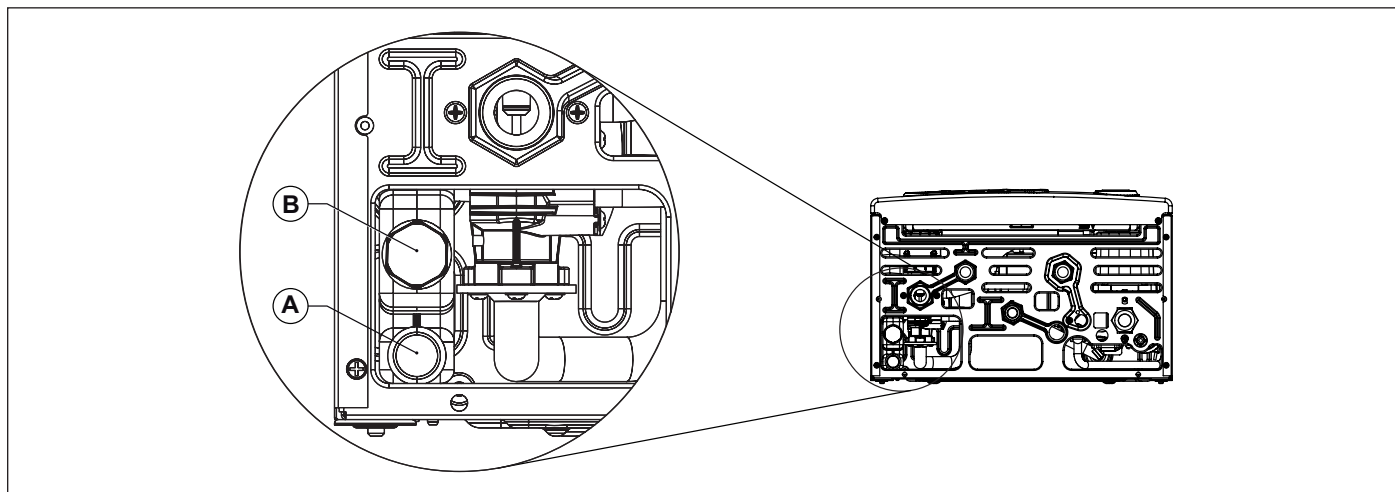

Fig. 22 Evacuare condens
Sistemul de evacuare a condensului trebuie să fie conectat la conexiunea corespunzătoare (A) prevăzută în centrală (vezi Fig. 22 Evacuare condens).